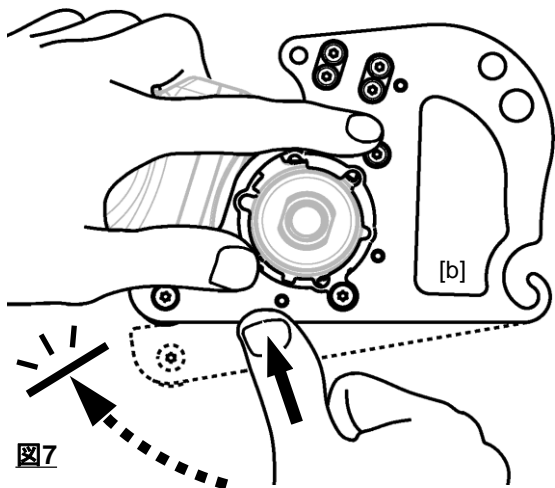

図7
4. [b] アダプタユニットを、上から押さえながら下方のへこみ部を押して、グラインダに突き当たるまで回して下さい。(図7)